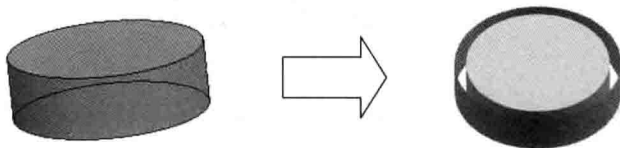

图 2.2.3 偏置曲面
Step3. 创建图 2.2.3 所示的偏置曲面。选择下拉菜单**插入(S)** → **偏置/缩放(Q)** → **偏置曲面(O)** 命令，系统弹出“偏置曲面”对话框。选择拉伸特征 1 的圆柱面为偏置曲面。在**偏置 1**文本框中输入值 3；其他参数采用系统默认设置值。单击 **<确定>** 按钮，完成偏置曲面的创建。